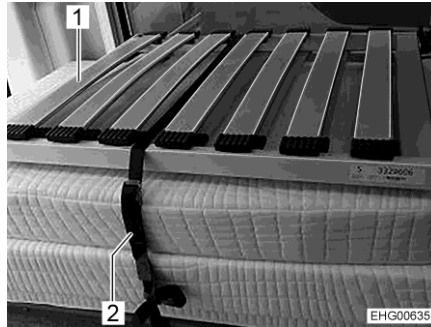

Bild 32 Heckbett (Transportstellung)
- Sicherungsgurt (Bild 32,2) lösen.
- Bettroste (Bild 32,1) hintereinander über dem Mittelgang ablegen (auf den Leisten am Unterschrank).
- Die Polster und Bettroste wie in Bild 32 dargestellt auf dem linken Unterschrank stapeln.
- Die Polster und Bettroste mit Sicherungsgurt (Bild 32,2) sichern. Dazu den Sicherungsgurt durch die vorgesehenen Ösen ziehen und in einer Schlaufe um die Polster und Bettroste legen.